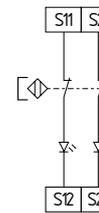

Fig. 13
**Commande à deux canaux d'interrupteurs magnétiques de sécurité selon IEC 60947-5-3 (Fig. 13)**